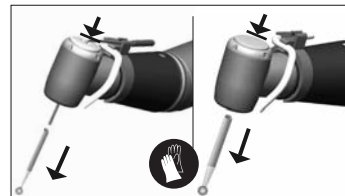
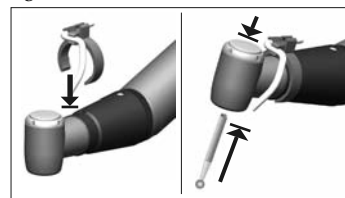

fig. 2
fig. 7
Serrage à bouton-poussoir : S'effectue en pressant sur le bouton-poussoir **fig. 2** et en tirant simultanément la fraise. Pour placer une nouvelle fraise, presser sur le bouton-poussoir et insérer la fraise jusqu'en butée **fig. 7**.
Lors de l'utilisation du système d'irrigation Kirschner/Meyer, il est recommandé de laisser le tube de refroidissement dans la tête pour changer d'outil **fig. 2**.
- Remonter la calotte et le tube clipé **fig. 7**.
- Insérer une fraise dans le serrage de l'instrument **fig. 7**.